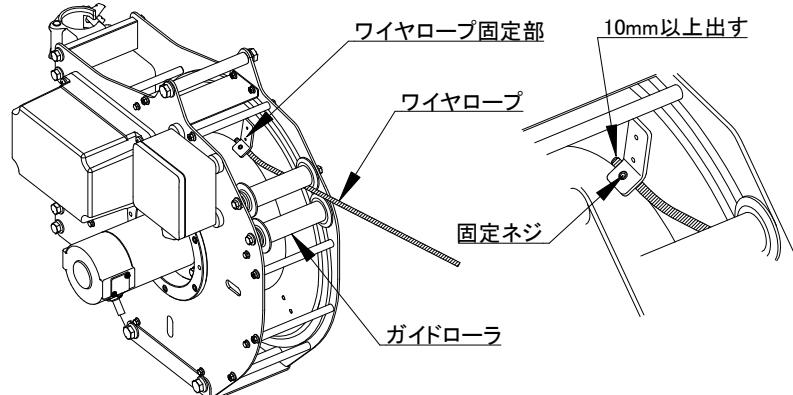

図3-3-1
- ベビー・ワインダーを巻下げ操作しロープリールに巻かれたワイヤロープを巻出し固定部から外してください。（図 3-3-1 参照）
- 外したワイヤロープの先端（フックがない方）を再度ロープリールの固定部に取付けてください（図 3-3-1 参照）